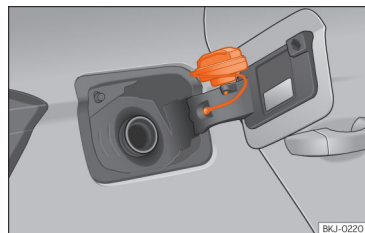

Рис. 157 Лючок паливного бака й кришка горловини.
• Начепіть кришку горловини на петлю відкритого лючка »» **рис. 157.**